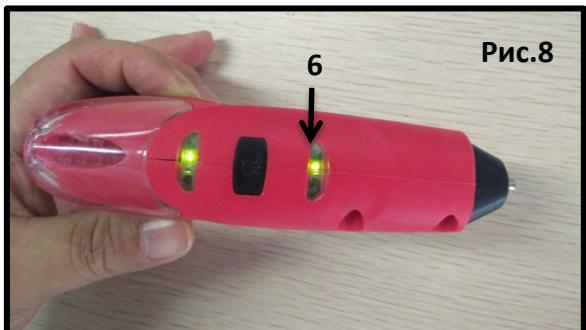

Рис.8
Через 30 сек, когда клеевой пистолет нагреется, индикатор нагрева (6) загорится **ЗЕЛЁНЫМ** цветом. Инструмент готов к работе, можно начинать Рис.8.